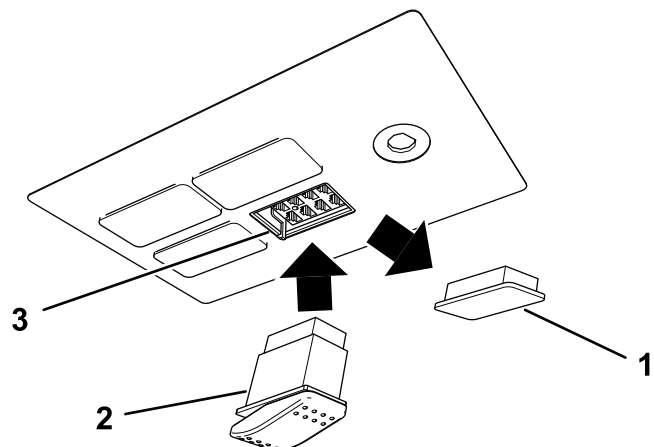

Figure 11
9. Déposez et mettez au rebut l'obturateur qui occupe l'emplacement gauche sur le panneau de commande (Figure 11).
10. Branchez le connecteur électrique sur l'interrupteur puis installez l'interrupteur dans le panneau de commande (Figure 11).